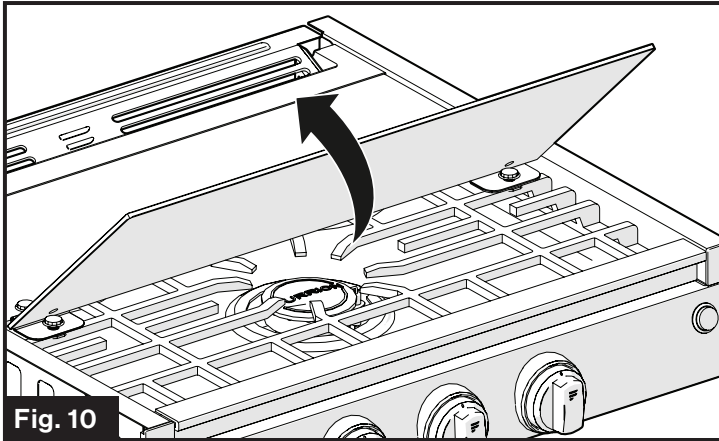

Fig. 10
1. Levante para abrir la tapa de vidrio del anafe. (Fig. 10) La tapa superior de vidrio debe mantenerse abierta cuando se encienda y se utilice la placa de cocción.